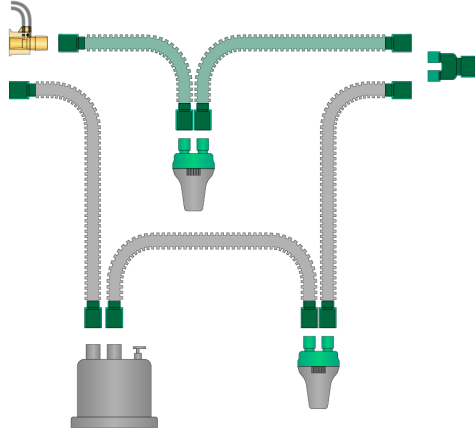

Imagen 4-9. Circuito paciente con humidificador
3. Conectar en la rama inspiratoria del circuito respiratorio como se muestra en la Imagen 4-9.